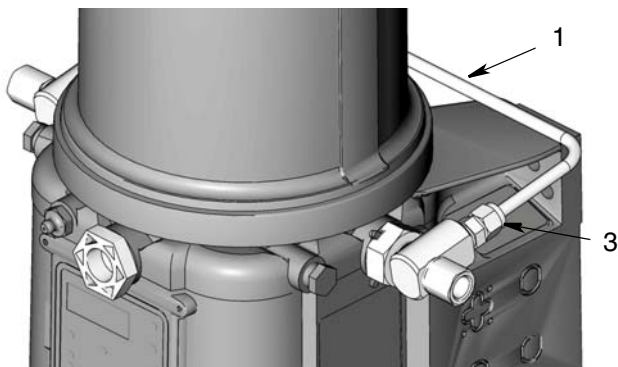

FIG. 5
10. Instale el tubo (1) entre los dos adaptadores banjo. Puede que sea necesario soltar el adaptador banjo para instalar este tubo (FIG. 5).